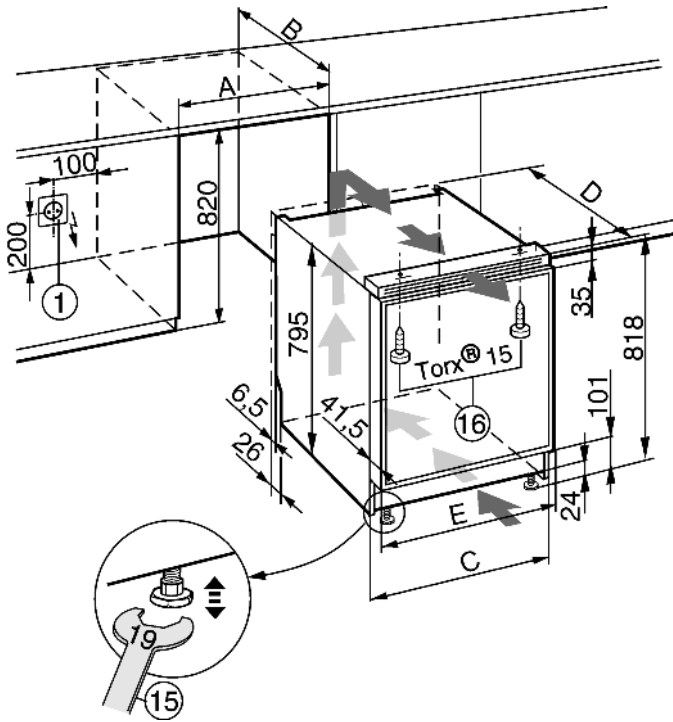

Fig. 12
- Розетка *Fig. 12 (1)* должна находиться рядом с устройством и должна быть легко доступной.
- ▶ Выровняйте устройство, вращая установочные ножки приложенным рожковым ключом Fig. 12 (15).
- ▶ Закрепите устройство прилагаемыми винтами Fig. 12 (16) вверху на столешнице и/или на кухонной мебели.